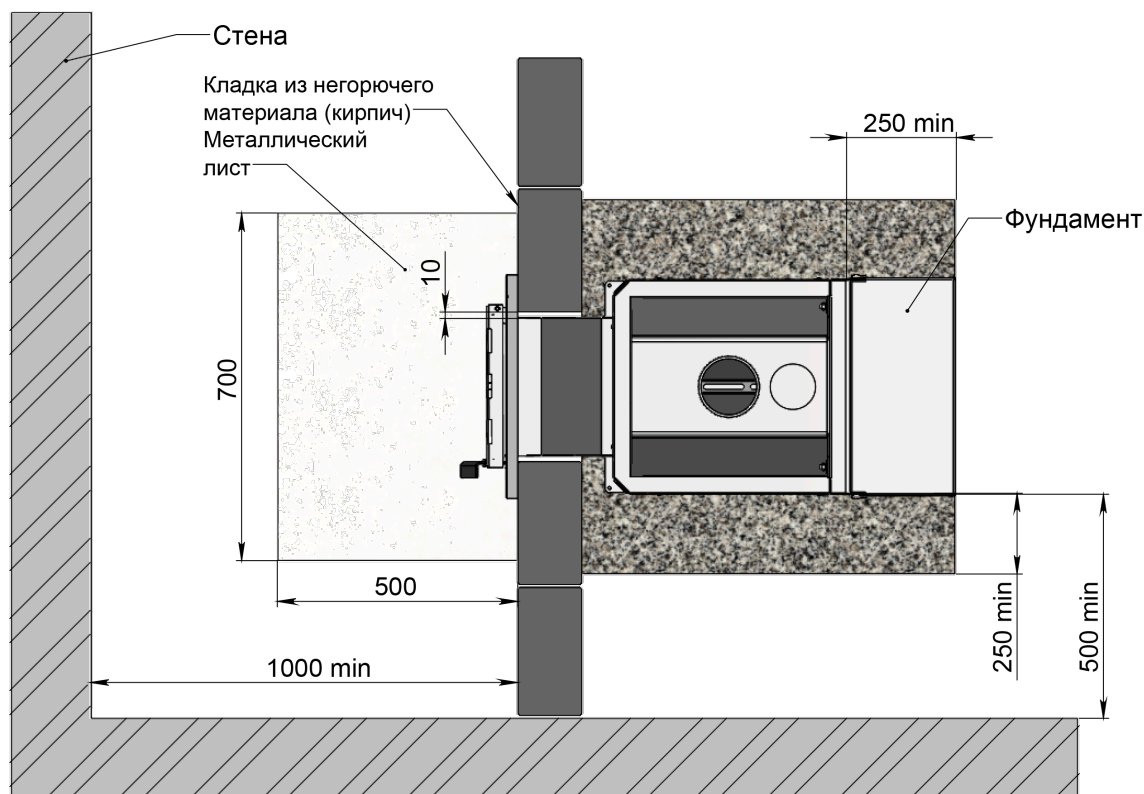

Рис. 3 Схема установки печи **MARTA** (вид сверху)
Передняя и боковая поверхность печи могут располагаться на расстоянии не менее 50 мм от стены, сделанной из негорючих материалов (рисунок 3).
2. Установить печь со стороны парильного помещения так, чтобы топливный канал прошел сквозь отверстие, предусмотренное в стене (рис. 3, 4).